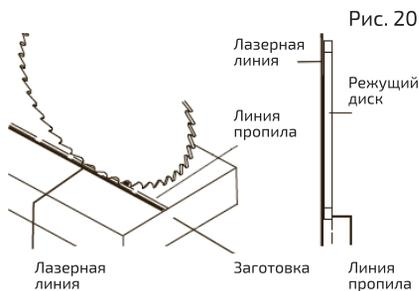

Рис. 20
2. Использовать угольник, чтобы отметить перпендикуляр на верхней и нижней поверхности и торце доски. Эта линия будет служить шаблоном для регулировки лазера. Положить доску на стол пилы (рис. 20).